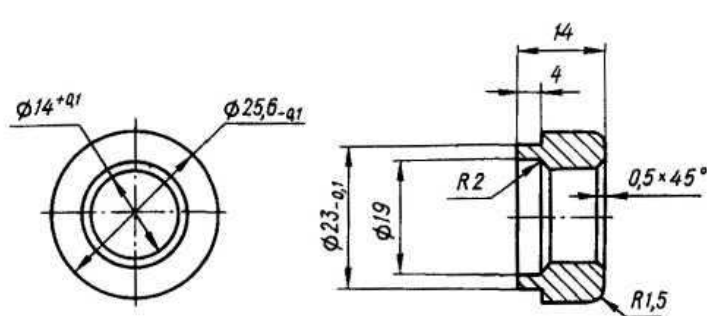

Рис. 191. Оправка для выпрессовки и запрессовки втулки вала сошки рулевого механизма и втулок кронштейна маятникового рычага
Выпрессуйте втулку из картера с помощью оправки (рис. 191) и ручки (рис. 157). Выпрессуйте или удалите путём расточки втулку из крышки;
- запрессуйте с помощью оправки (рис. 191) и ручки (рис. 157) новые втулки в картер и крышку;
Выпрессуйте втулки из кронштейна с помощью оправки (рис. 191) и ручки (рис. 157) или удалите путём расточки;
- запрессуйте с помощью оправки (рис. 191) и сменной ручки втулки в кронштейн (поочерёдно с торцов кронштейна) фаской внутрь. От плоскости со стороны запрессовки втулки должны быть углублены на 1,5 мм (для образования смазочных канавок);